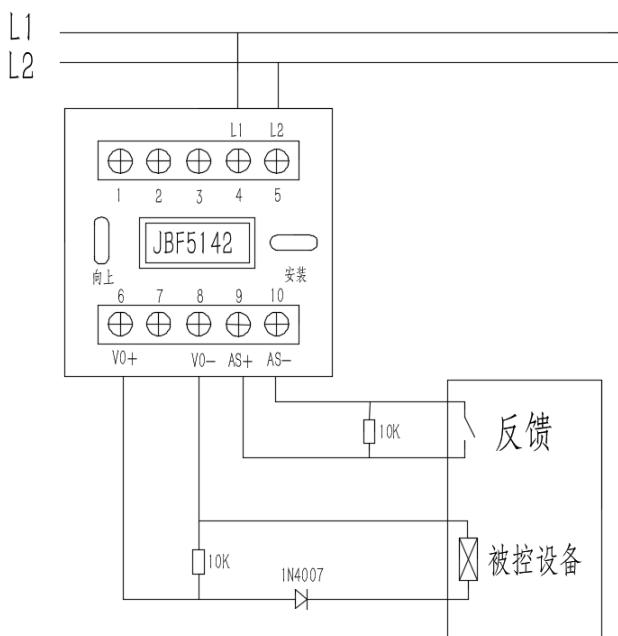

图 3 接线示意图
- ◆ 连接在 AS+和 AS-上的监视设备的动合端必须并联 10KΩ 终端电阻。见图 3。
- ◆ VO+(端子 6)、VO- (端子 8): 接被控设备 (脉动触点)。模块启动后 VO+(端子 6)和 VO- (端子 8) 可以脉冲输出或持续输出。见图 3。